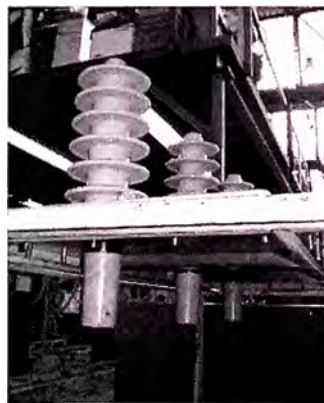

Figura 2.8 Bushing de pata larga
Los bujes terminales de los transformadores de son especificados para cumplir los niveles de aislamiento según la norma solicitada , en transformadores de distribución se utilizan los de porcelana, en los transformadores de tanque sellado sin tanque de expansión se utilizan los bushing de pata larga, ver figura 2.8.
- k) **Orejas de izaje:** Sitios diseñados para levantar por cable al transformador. Ver figura 2.8 indicado con 11.